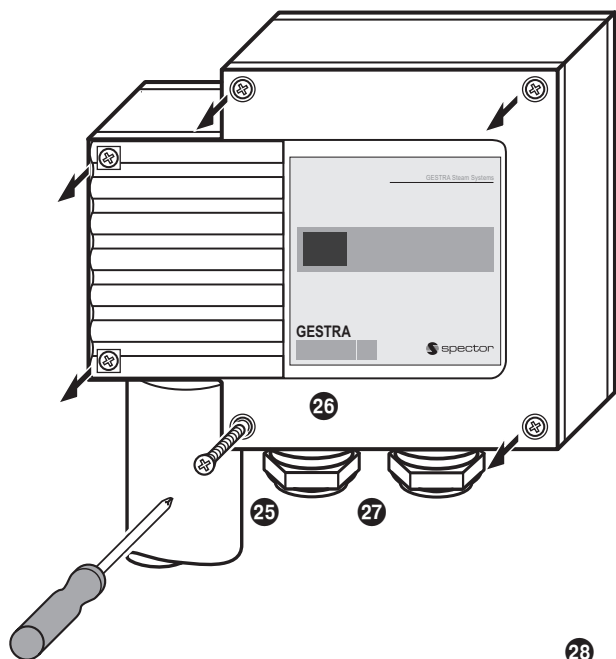

Рис. 10
1. Отпустить винты крышки **25**, снять крышку корпуса **26**. **Рис. 10**
1. Отпустить винты крышки 25, снять крышку корпуса 26. Рис. 10